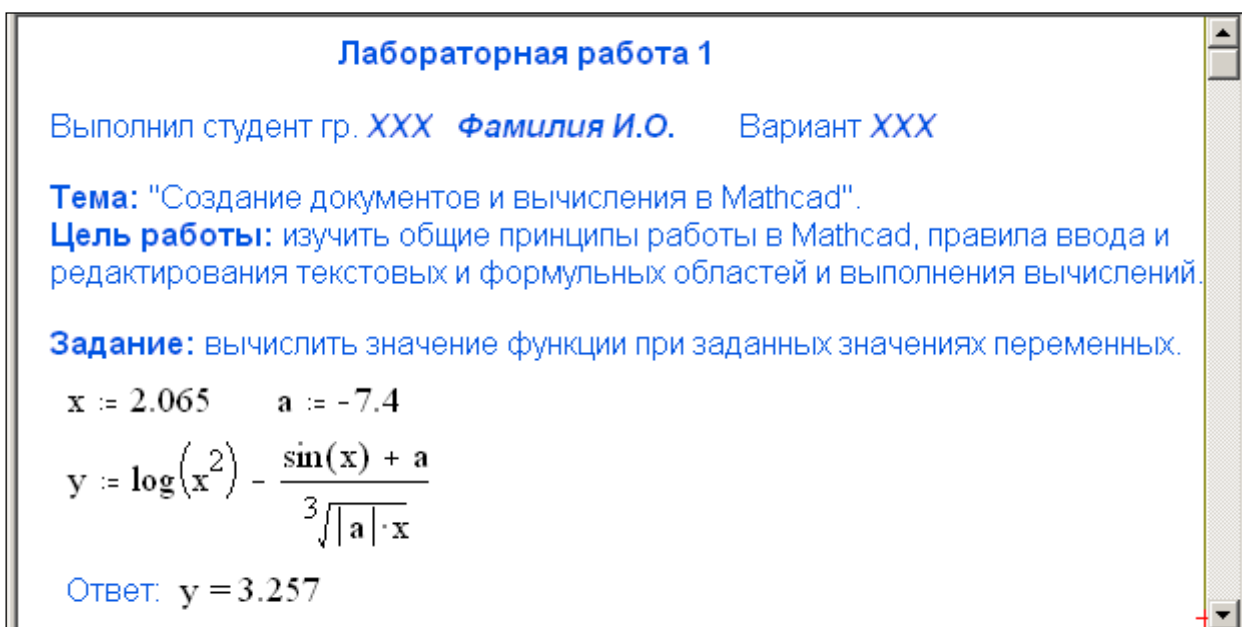

Рисунок 25
**Задание 1.** Выполнить работу по образцу, представленному на рис. 25.